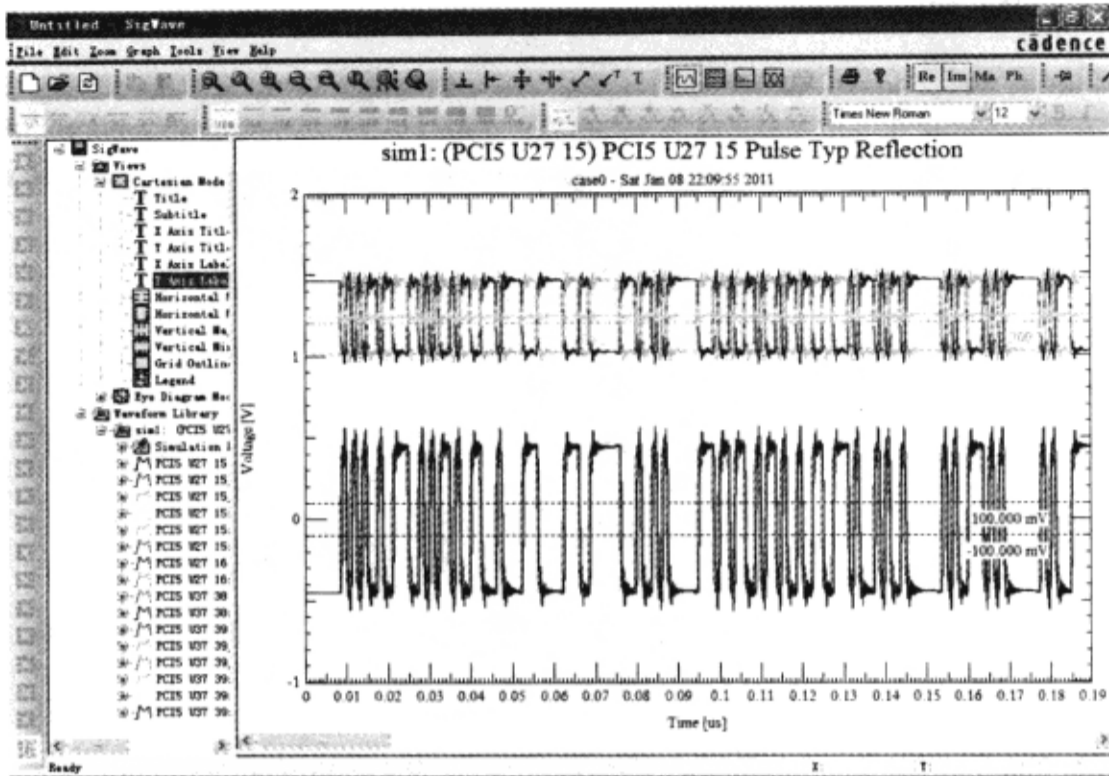

图 6-7-8 显示仿真波形
(11) 单击“OK”按钮，关闭“Analysis Preferences”对话框，“Simulation Modes”标签页和“Measurement Modes”标签页保持不变。
(12) 从“SigXplorer PCB SI GXL”窗口执行菜单命令“Analyze”→“Simulate”，仿真完成后，弹出“SigWave”窗口显示仿真波形，如图 6-7-8 所示。
(13) 选择波形库“Sim1:(PCI5 U27 15) PCI5 U27 15 Pulse Typ Reflection”→单击鼠标